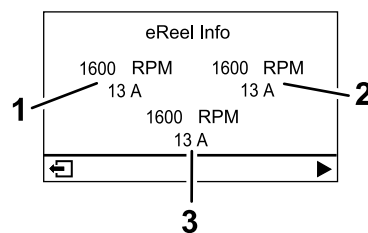

図 27
- **eリールモーター画面** 図 27 各カットティングユニットモーターの回転数と電流を表示します